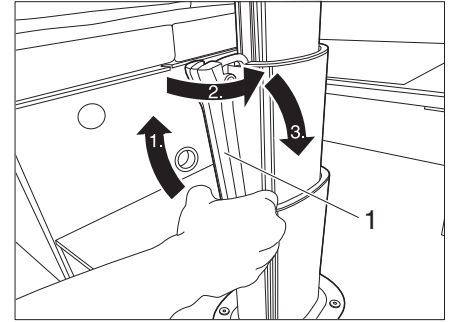

Bild 36 Tisch absenken
- Bügel (Bild 36, 1) nach oben drücken.